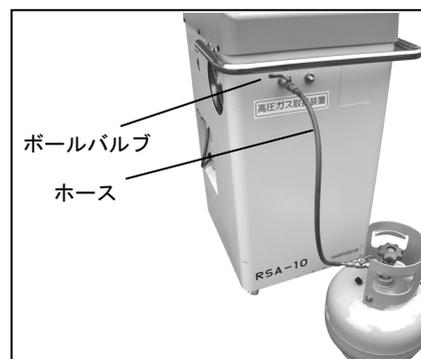

Fig.3.1
- 1) 本体の低圧側回収口のボールバルブ→付属品のホース→ポンベの順に接続してください。(Fig.3.1)